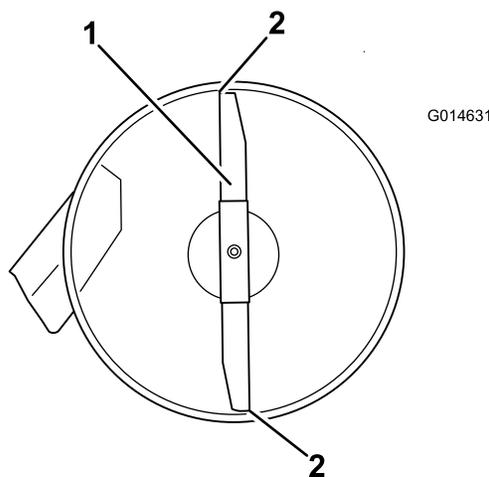
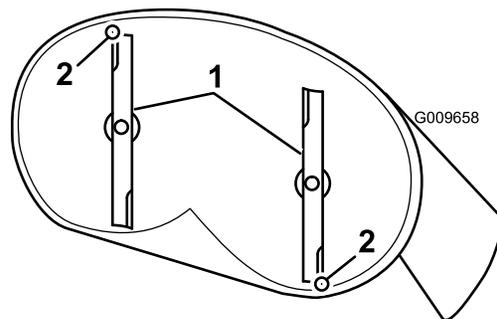

Figura 68
Figura 69
4. Gire cuidadosamente las cuchillas, colocándolas en el sentido de avance de la máquina (Figura 68 y Figura 69).
5. Mida entre la punta de la cuchilla delantera y la superficie plana, y entre la punta de la cuchilla trasera y la superficie plana (Figura 68 y Figura 69).
9. Después de realizar el ajuste, compruebe de nuevo la inclinación longitudinal, y siga ajustando la tuerca hasta que la punta de la cuchilla delantera esté entre 1,6 y 7,9 mm más baja que la punta de la cuchilla trasera (Figura 69 y Figura 70).